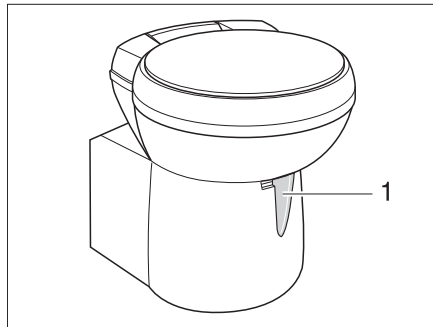

Bild 296 Thetford-toalettskål, svängbar
- Öppna spjället på Thetford-toaletten före spolning. Skjut för detta spjällspaken (Bild 296,1) moturs.